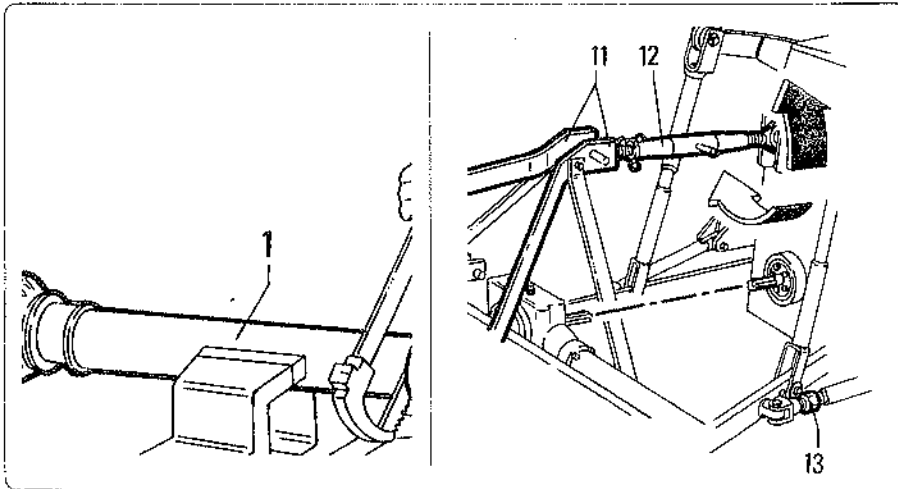

fig. 4.1.2
- Den oberen Lenker "12" Abb. 4.1.2 an der Dreipunkt-Kupplung "11" befestigen und so einstellen, daß die Zapfwelle der Arbeitsmaschine parallel zum Boden steht.